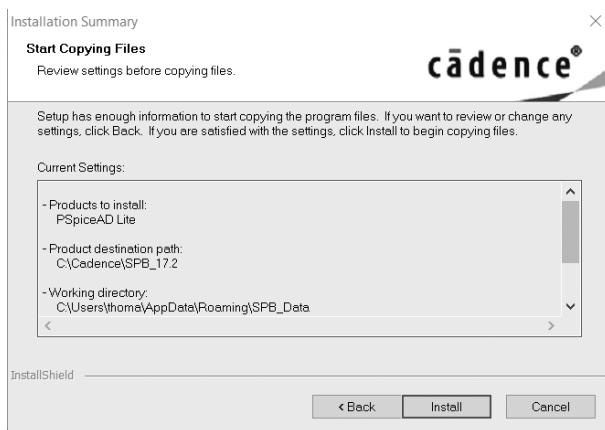

Bild 0.2 Zusammenfassung der Installationseinstellungen
- II. Im folgenden Schritt können Sie festlegen, ob nur Sie oder alle Benutzer des Computers OrCAD benutzen sollen. Wählen Sie die von Ihnen gewünschte Option. Ein *Next>* führt Sie zu den Installation Settings. Da die nachfolgende Dokumentation auf das vorgeschlagene Verzeichnis *\Cadence\SPB_17.2* Bezug nimmt, belassen Sie am besten den vorgeschlagenen Pfad. Nach einem weiteren *Next>* erscheint das Fenster Start Copying Files mit einer Zusammenfassung. Wählen Sie nun *Install* (Bild 0.2).